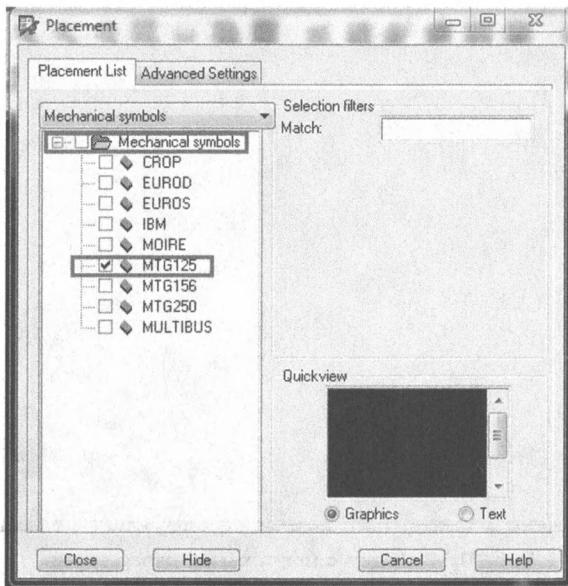

Рис. 21.16. Выбор монтажного отверстия
7. Выберите нужный монтажный символ. Для нашего проекта монтажный символ MTG125 (рис. 21.16).